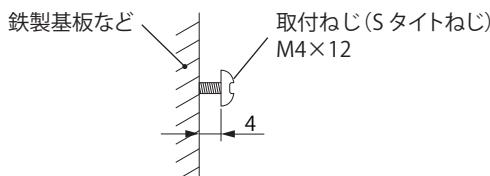

図3 取付ねじ締付
2. 付属の取付ねじ(S タイトねじ)M4×12 を上部取付穴(M4 または φ3.8 抜き穴)に取付面から 4mm 程度ねじ部を残して取付けてください。(図3)